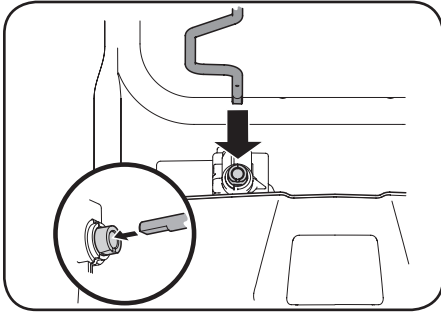

Figure 2-26
- Enfoncez l'autre extrémité de la tige de commande de la goulotte dans le raccord sous le panneau de bord. Vérifiez que les extrémités plates de la tige et du raccord sont bien alignées. Il faudra peut-être tourner la tige pour que les deux surfaces s'alignent. Voir l'encadré de la Figure 2-26 inset.